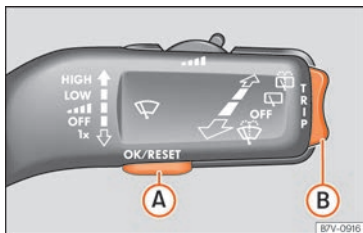
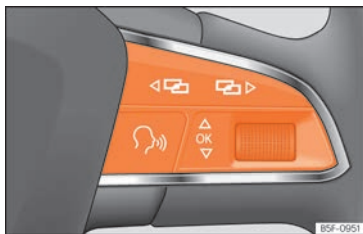

Fig. 46 Levier d'essuie-glace : touches pour utiliser les menus du tableau de bord.
Fig. 47 Volant multifonction : touches pour utiliser les menus du tableau de bord.
- Si un message ou le pictogramme du véhicule est affiché, appuyez sur la touche **OK** (» fig. 46 A) ou » fig. 47).
- Appuyez sur la commande à bascule » fig. 46 B) vers le haut ou vers le bas, ou faites tourner la molette du volant multifonction pour sélectionner l'option de menu souhaitée.